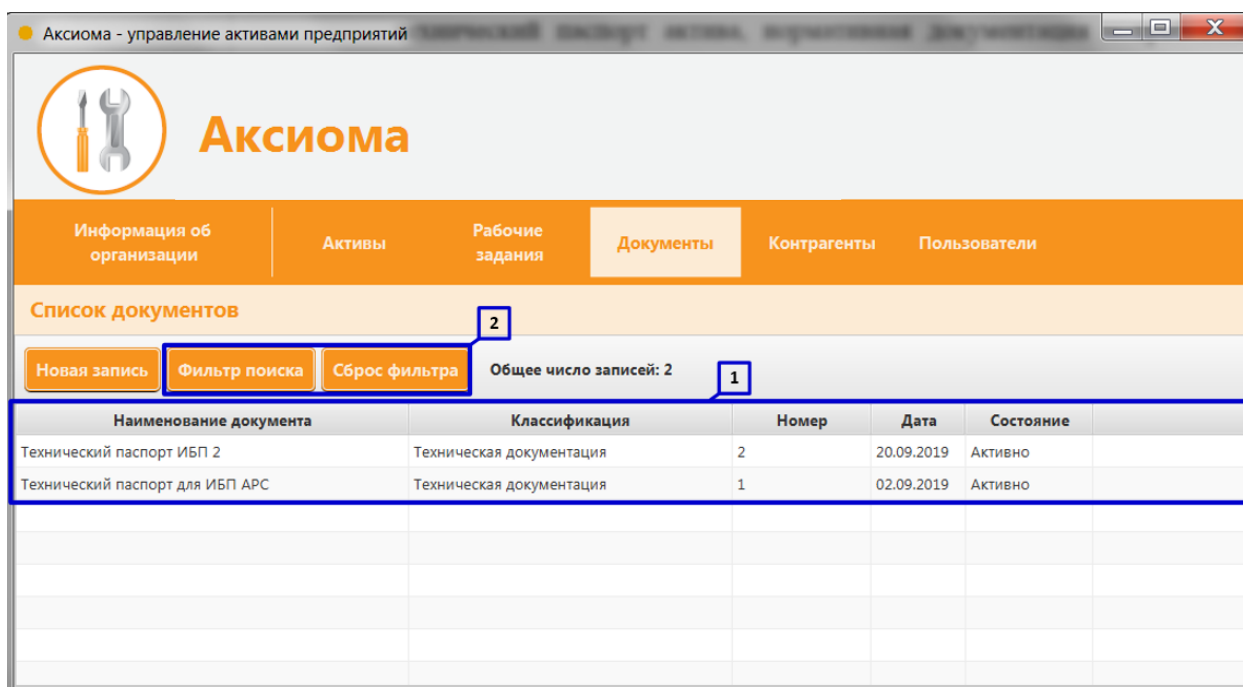

Рисунок 9. Поиск и фильтрация перечня документов
1. Просматривать в виде списка все заведённые в системе документы (**Рисунок 9 пункт 1**) и осуществлять их поиск, фильтрацию и сортировку (**Рисунок 9 пункт 2**);